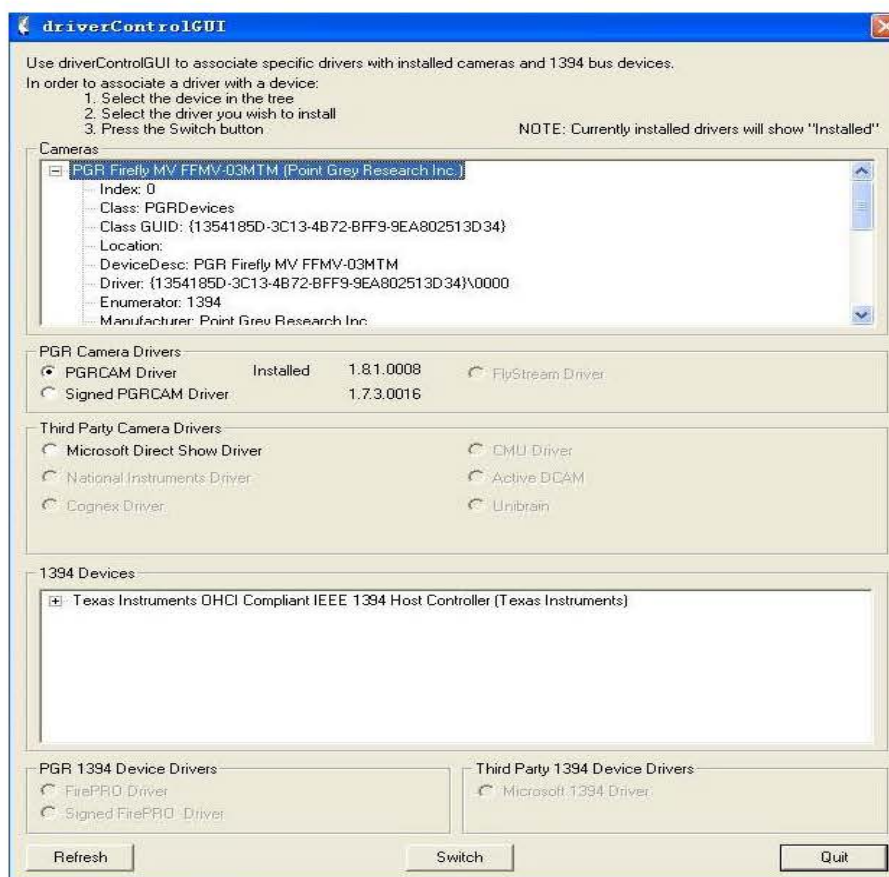

Fig. 2-33
D. Após essa etapa, a interface na qual a informação está carregada é mostrada na Fig. 2-33: